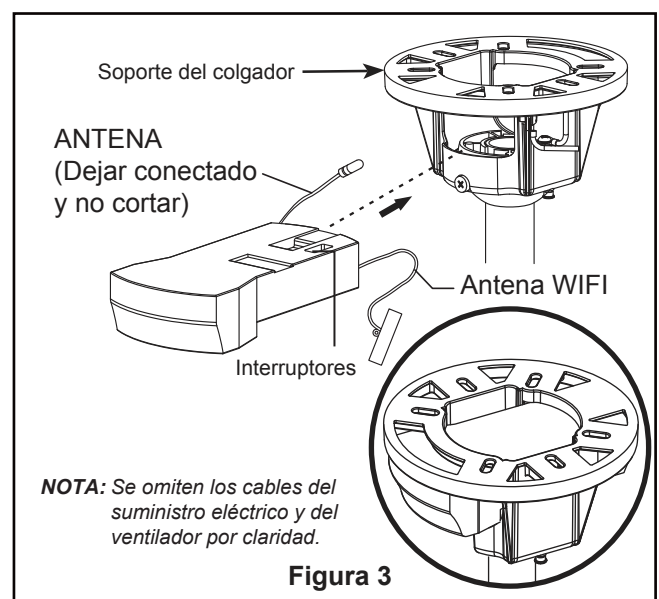

Figura 3
2. Deslice el receptor en el soporte de suspensión antes de realizar el cableado como se muestra en la figura 3.